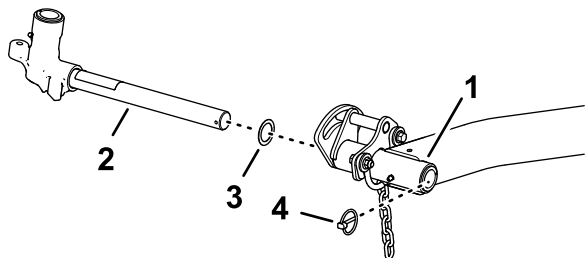

Рисунок 28
1. Снимите шплинт с кольцом и шайбу, которые крепят ось поворота к подъемному рычагу, и снимите ось поворота с подъемного рычага (Рисунок 28).